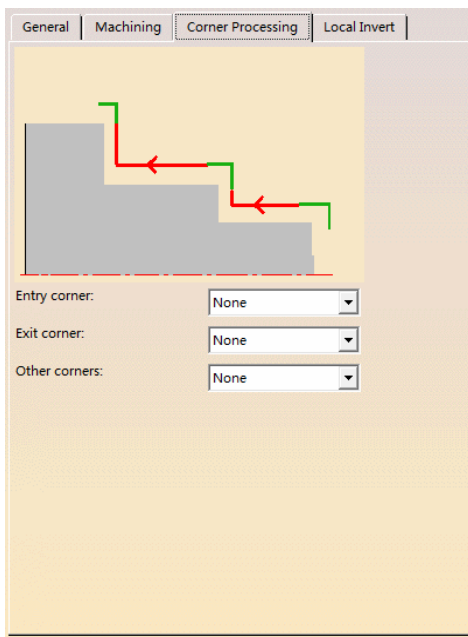

图 2-186 “Corner Processing”选项卡
- “Corner Processing”：拐角处理。用于设置处理阶梯轴拐角轮廓方式, 如图 2-186 所示。其中“None”表示不处理圆角; “Chamfer”表示所有的拐角设置成倒角, 需要设置倒角长度; “Rounded”表示所有拐角加工成圆角, 需要设置圆角半径。